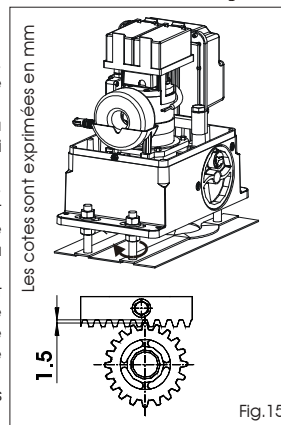

Fig. 15
- Au terme de l'installation de la crémaillère, pour garantir un engrènement correct avec le pignon, il est recommandé d'abaisser d'environ 1,5 mm (Fig. 15) la position du motoréducteur.